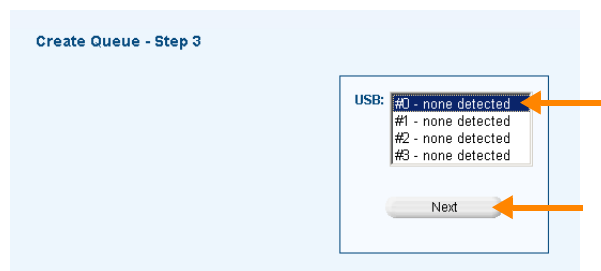
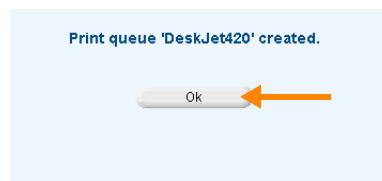
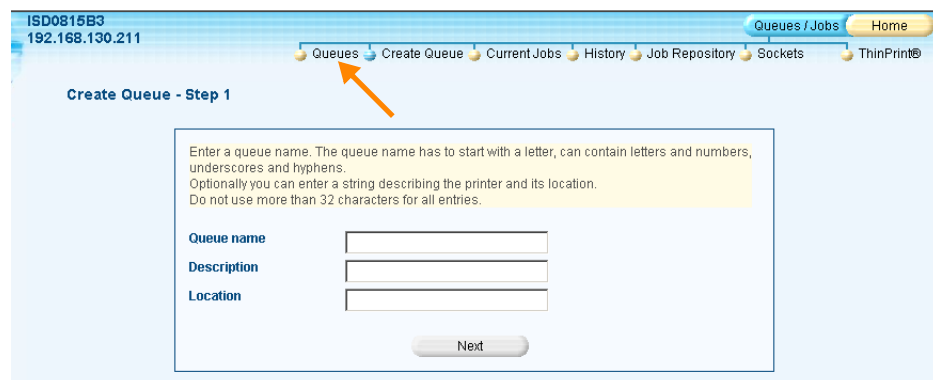

Bild 18 USB-Schnittstelle des ISD300 wählen und mit NEXT bestätigen
Bild 19 Drucker-Queue für den HP DeskJet 420 angelegt
Bild 20 QUEUES klicken
20. Falls der Drucker nicht angeschlossen oder nicht eingeschaltet ist, kann das ISD200/300 ihn nicht automatisch erkennen. Wählen Sie in diesem Fall den USB-Anschluss manuell, und bestätigen Sie mit NEXT (Bild 18). Bestätigen Sie die folgende Meldung wieder mit OK (Bild 19), und wählen Sie anschließend den Menüpunkt QUEUES (Bild 20).